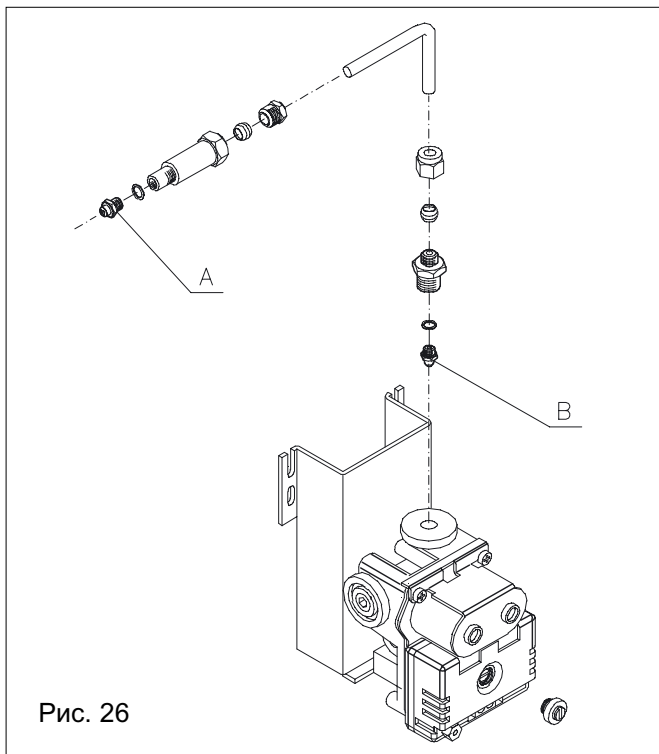

Рис. 26
- 3) Снять трубу подвода газа на главную горелку (4), воздействовав на уплотнительную муфту (5) (см. рис.26).
- 4) Снять соплодержатель (6) и сопло (7); заменить его
Перевод на другой тип газа должен осуществляться квалифицированным персоналом, отвечающим за соблюдение действующих норм безопасности; исполнитель снимает с себя какую-либо ответственность за ущерб, нанесенный по причине неправильного перевода или использования прибора не по правилам и/или не назначению. Во Франции и Бельгии при работе на природном газе клапан должен устанавливаться как показано на рисунке. Для перевода с сжиженного на природный газ необходимо произвести замену сопла горелки (А см. рис. 26) и снять диафрагму (В см. рис. 26).